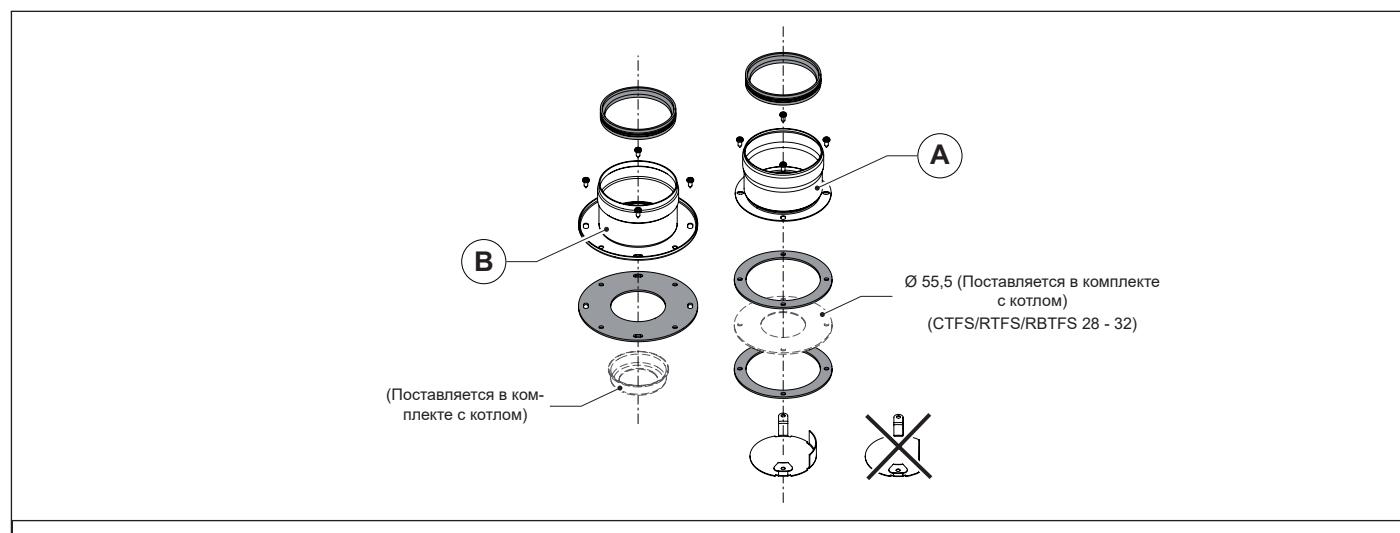

Рис. 13 Комплект для систем с отдельными трубами 6SDOPPI13A
- Смонтируйте соответствующий дефлектор воздуха (смотри Рис. 13 Комплект для систем с отдельными трубами 6SDOPPI13A).